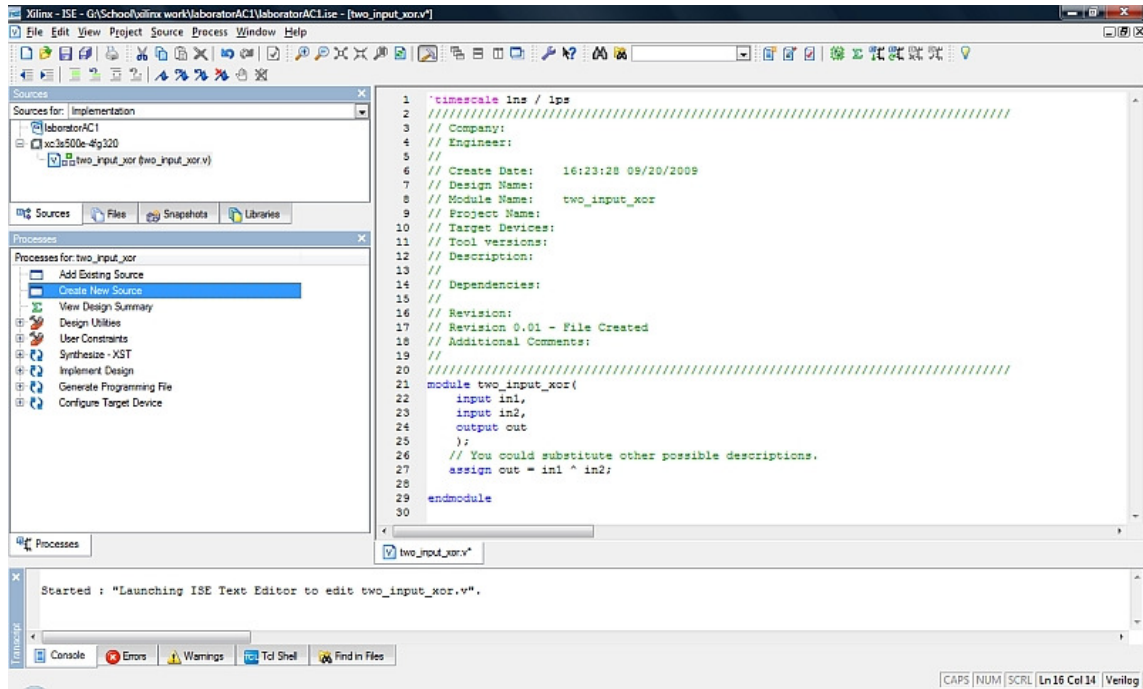

Figura 4.1
- Pentru a simula functionarea modulului este necesara creerea unei noi surse (dublu-click „Create New Source” Figura 4.1):